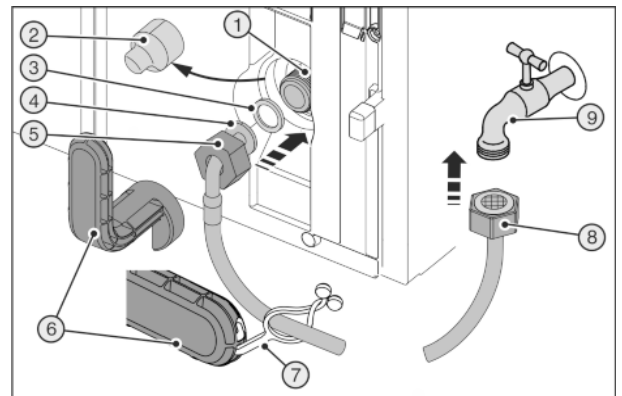
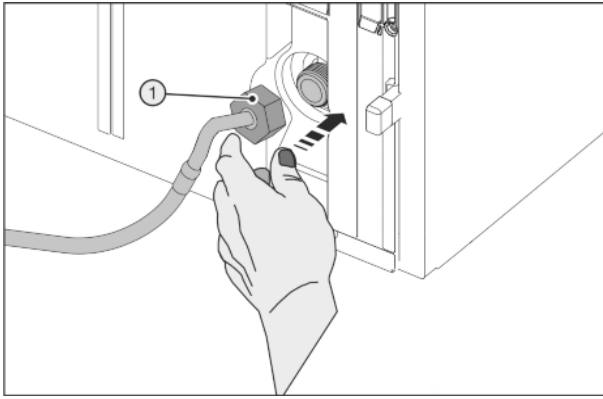

Fig. 28
Fig. 29
Счупен помощен инструмент Fig. 28 (6)!
- ▶ Използвайте помощния инструмент Fig. 28 (6) само при стайна температура.
- ▶ Изтеглете капачката Fig. 28 (2).
- ▶ Улеснен монтаж: Положете правия край на маркуча Fig. 28 (8) наляво върху пода.
- ▶ Плъзнете докрай и задръжте гайката Fig. 28 (5) над огънатия край на маркуча Fig. 28 (4).
- ▶ Навлажнете уплътнението Fig. 28 (3) и го притиснете в гайката Fig. 28 (5).
- ▶ Уплътнението Fig. 28 (3) приляга плътно и се задържа лесно.
► Поставете внимателно гайката Fig. 29 (1) и с два пръста я завинтете права върху резбата, докато се постигне добро прилягане.
► Затегнете гайката Fig. 29 (1) с помощен инструмент Fig. 28 (6) по посока на часовниковата стрелка, докато максималният въртящ момент бъде достигнат и помощният инструмент Fig. 28 (6) превърти.
► Завинтете гайката Fig. 28 (8) върху спирателния кран Fig. 28 (9).
► Затегнете гайката Fig. 28 (8) с помощен инструмент Fig. 28 (6) по посока на часовниковата стрелка, докато максималният въртящ момент бъде достигнат и помощният инструмент Fig. 28 (6) превърти.
► Отворете спирателния кран Fig. 28 (9) на подаването на вода и проверете херметичността на цялата водопроводна система.
► Закачете халката Fig. 28 (7) в помощния инструмент Fig. 28 (6) и закрепете към маркуча от неръждаема стомана за съхранение.